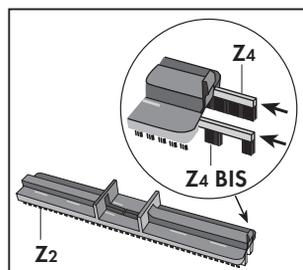

Fig. 17
- Il telaio setolato (Z2) accoppiato agli inserti setolati (Z4 e Z4 BIS) per la funzione di aspirapolvere. (Fig. 17)